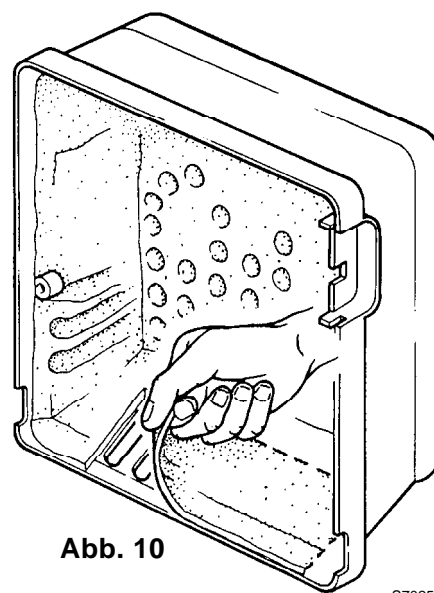

Abb. 10
- C** In dem Modell BS4D Typ 918T1, um den Betrieb für eine Leistung vom 220 ÷ 250 kW zu gewähren, die geschnittene Geräuschdämmung wegnehmen, so werden die zusätzlichen Schlitze des Lufteingangs auf der Verkleidung frei gemacht (siehe Abb. 10).